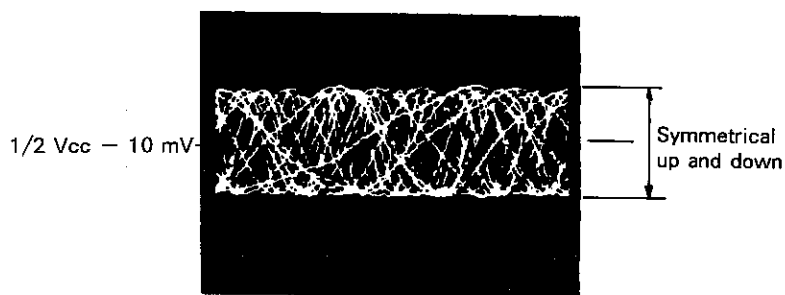

Figure 20-1
*1 Adjust to obtain vertically symmetric waveform (Fig. 20-1) with respect to the reference DC level. The reference level is $1/2 V_{cc} - 10$ mV.
*1 So einstellen, daß unter Berücksichtigung der Gleichstrom-Bezugsspannung eine vertikal symmetrische Wellenform entsteht (Abb. 20-1). Die Bezugsspannung beträgt $1/2 V_{cc} - 10$ mV.
*1. Ajuster pour réaliser verticalement une forme d'onde symétrique (Fig. 20-1) par rapport au niveau CC de référence. Il est de $1/2 V_{cc} - 10$ mV.